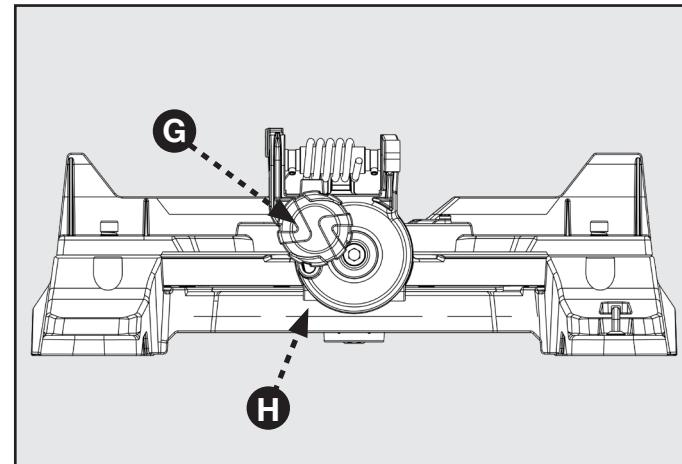

FIGURA 14
10. Si la parte superior o inferior de la parte frontal de la hoja no está al ras de la escuadra, consulte la Figura 14 que aparece a continuación y realice los siguientes pasos.
11. Afloje la perilla de bloqueo de bisel (G).
12. Ajuste el tornillo de ajuste del tope positivo (H) para lograr que la hoja de la sierra quede alineada con la escuadra. Consulte "Tornillo de tope positivo" en la sección Ajuste.